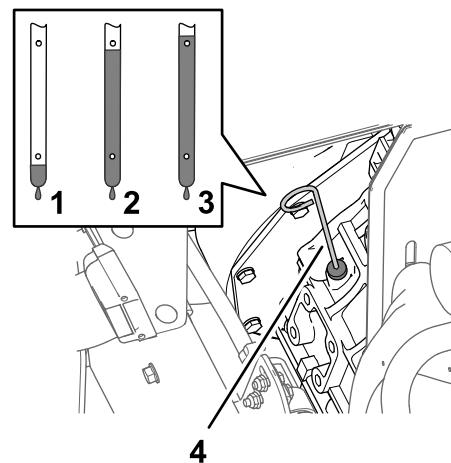

Figura 78
6. Retire la varilla y compruebe el nivel de aceite del motor (Figura 78).
7. Añada lentamente más aceite del tipo especificado para que el nivel llegue a la marca Lleno de la varilla (Figura 78).